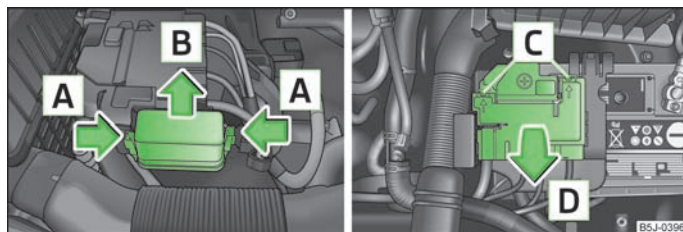

Fig. 144 Bateria do veículo: cobertura da caixa de fusíveis
- Aperte o grampo de segurança da cobertura da caixa de fusíveis ao mesmo tempo no sentido da seta **A** » Fig. 144 e empurre a cobertura para fora no sentido da seta **B**.